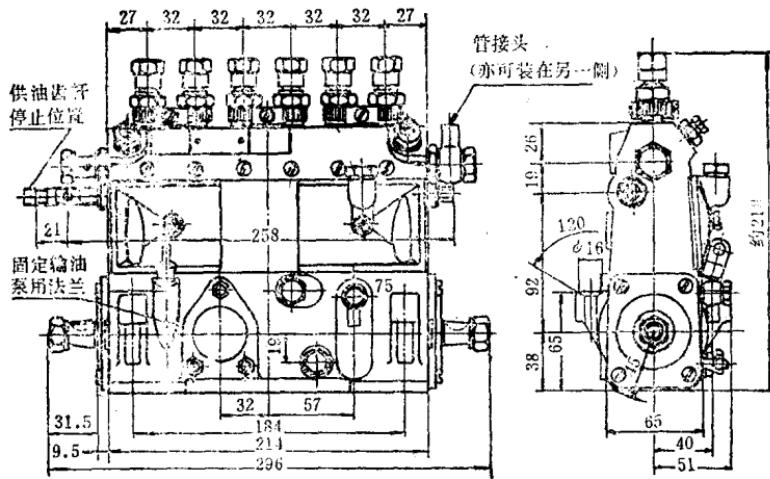
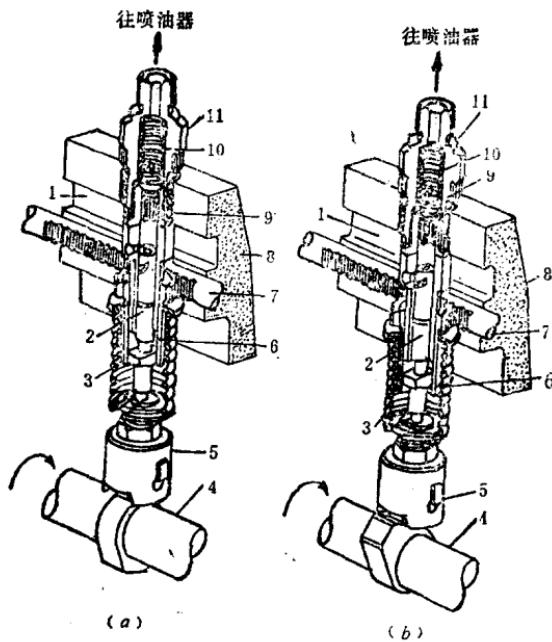

图 2 PE-A型喷油泵
图 3 喷油泵工作原理
(1) 结构与工作原理 这种泵是通过柴油机驱动轴带动喷油泵凸轮轴，使燃料喷射系统各机构工作的（图2）。喷油泵通过柴油滤清器送来的燃油，经常充满整个贮油室并保持一定的压力。柱塞套筒的进回油孔同这个贮油室相通（图3）。